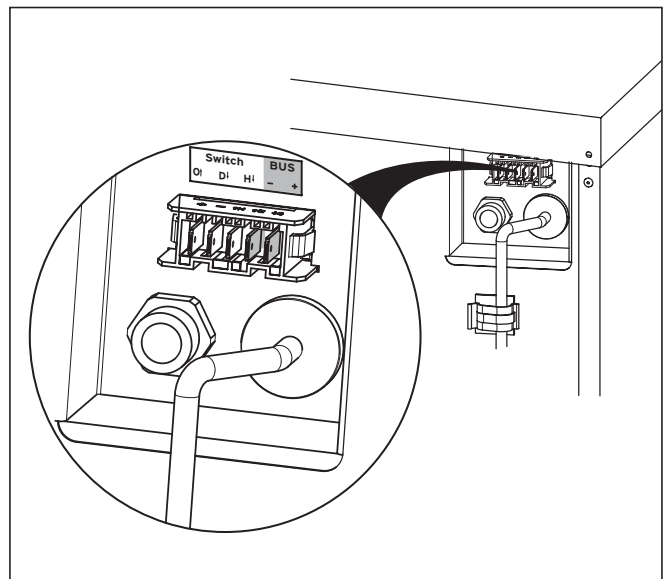

Abb. 4.11 Elektrischer Anschluss der Fernbedienung
- Schließen Sie das Steuerkabel entsprechend der Abbildung 4.11 an die eBUS-Klemmen „+“ und „-“ an.